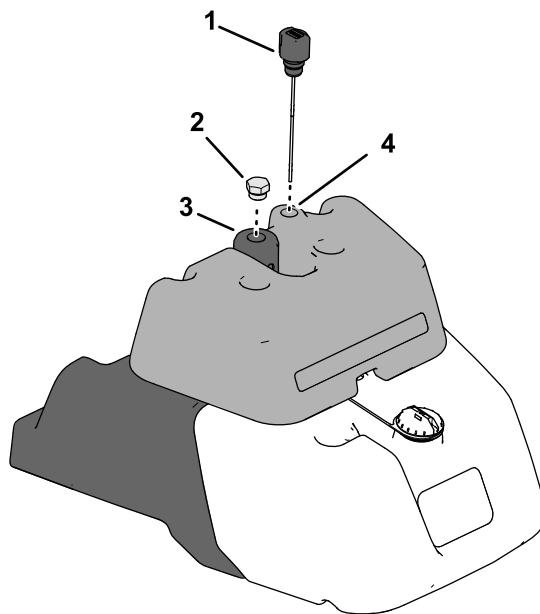

Figura 38
2. Controllate il livello del fluido idraulico individuando l'asta di livello per l'impianto idraulico nella parte superiore del serbatoio del rilevatore di perdite (Figura 38).